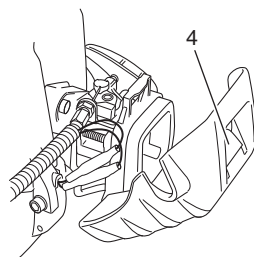

Fig. 3
Appuyez sur l'onglet supérieur (4) et ouvrez le couvercle du filtre à air. (Fig. 3)
Appuyez sur l'onglet supérieur (4) et fermez le couvercle du filtre à air (Fig. 3).